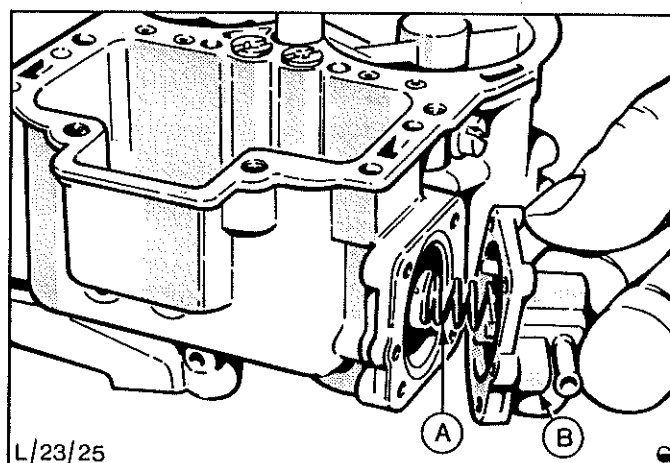

Abb.21 Membran der Unterdruck-Einspritzvorrichtung ausbauen
9. Deckel der Unterdruck-Einspritzvorrichtung abschrauben (4 Schrauben). Deckel abnehmen und Membran sowie Membran-Rückdruckfeder herausnehmen, Abb.21.